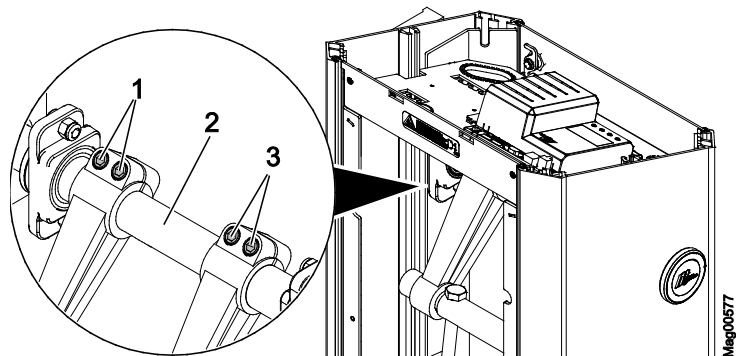

Bild 28: Lossa de inre sexkantbultarna Access XL2
- Access XL2: Se sida 69, Bild 28.
→ Access XL2: Se sida 69, Bild 28.